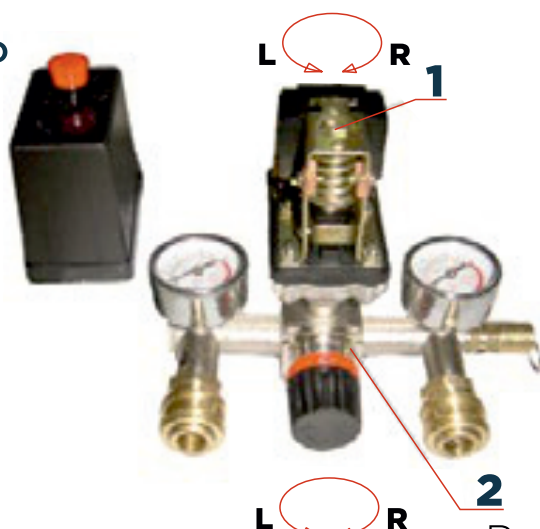

Рис.4.
- Постоянное использование максимального давления необязательно в работе. На компрессорах, оснащенных редукторами давления, должно выставляться рабочее давление. Номинальное давление установлено на заводе. Изменяйте это значение аккуратно. Когда двигатель компрессора выключен, необходимо освободить ресивер (Рис.4.) от сжатого воздуха через клапан под выключателем. Это необходимое условие для перезапуска, в противном случае возможно повреждение двигателя. Номинальное давление можно регулировать, поворачивая вправо или влево рукоятку регулятора 1 (Рис.4).
- Выходное давление воздушного компрессора можно регулировать при помощи регулирующего клапана 2 (Рис.4). Потяните ручку регулировочного клапана и поверните ее по часовой стрелке для увеличения давления.